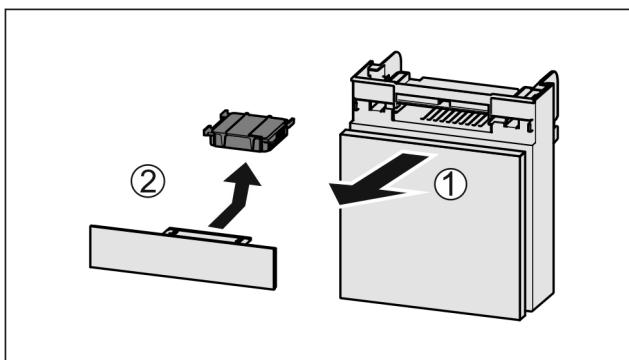

Fig. 127
- Издърпайте Fig. 127 (1) напред от отделението.
► Извадете Fig. 127 (2) филтъра с активен въглен.